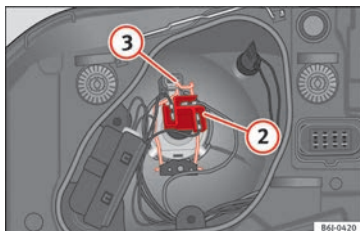

Fig. 177 Anabbagliante/abbagliante del faro singolo.
- Estrarre il connettore » **fig. 177 2** della lampada.
- Sganciare la molla di ritegno » **fig. 177 3** premendo verso l'interno e a destra.